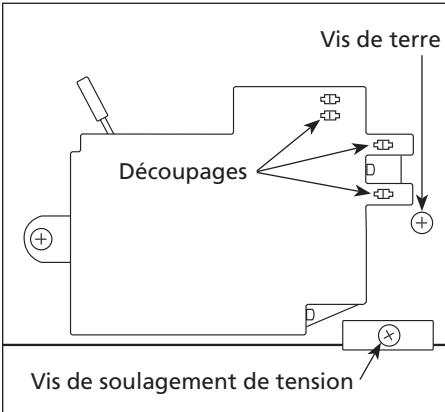

Figure 3
- Situer les découpages au verso du manostat (Voir Figure 3). Introduire le bout d'un petit tournevis dans les découpages et appuyer afin de libérer les fils.
- Enlever la vis de terre (Voir Figure 3).
- Enlever la vis de soulagement de tension (Voir Figure 3).